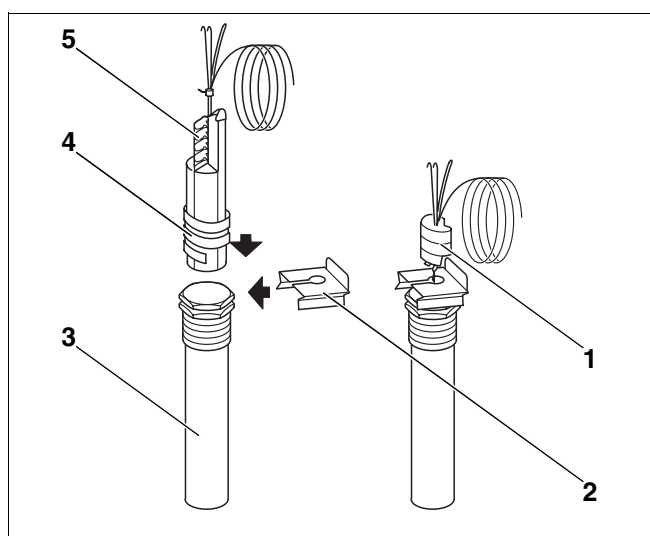

Fig. 26 Teaca de imersie și senzor pentru regulatorul de temperatură
- Spirala din plastic (Fig. 26, **Poz. 4**) – care folosește la menținerea senzorului – se retrage la introducerea în mod automat (Fig. 26, **Poz. 1**). Pentru a se garanta legătura (Fig. 26, **Poz. 3**) între teaca de imersie și suprafața senzorială și pentru a se asigura o transmitere optimă a temperaturii (Fig. 26, **Poz. 5**) pana de stabilizare trebuie să fie introdusă între senzori (Fig. 26).
- Apăsați siguranța senzorului (Fig. 26, **Poz. 2**) din lateral sau de sus pe capul tecii de imersie.